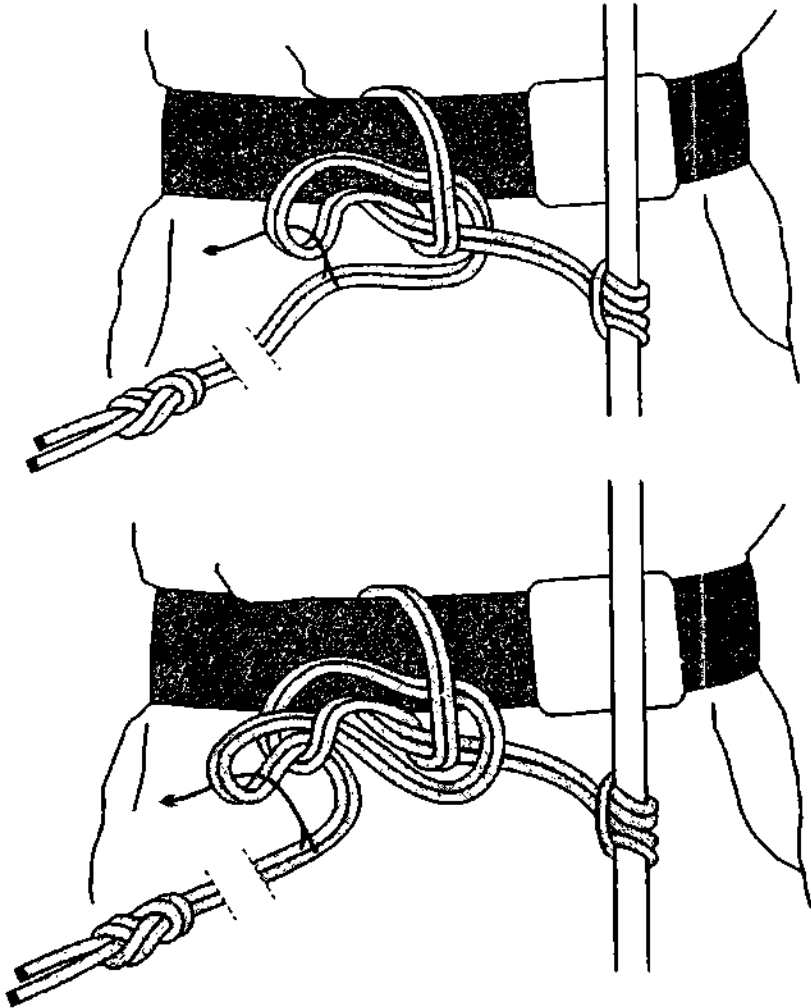

Рис. 148. Укорачивание репшнура *мартышкиной цепочкой*.
*Мартышкиной цепочкой* удобно временно укорачивать репшнур (рис. 148). *Мартышкина цепочка* в этом случае вяжется сдвоенной верёвкой, которой и является репшнур. Репшнур вначале обязательно обносится вокруг ремня, затем вяжется *быстроразвязывающийся про-*